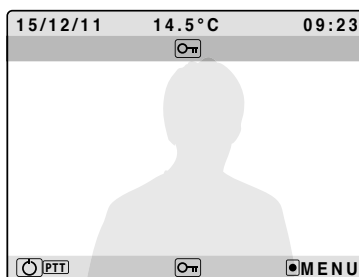

Fig. 14
- To open the door press the button (**Fig. 14**)